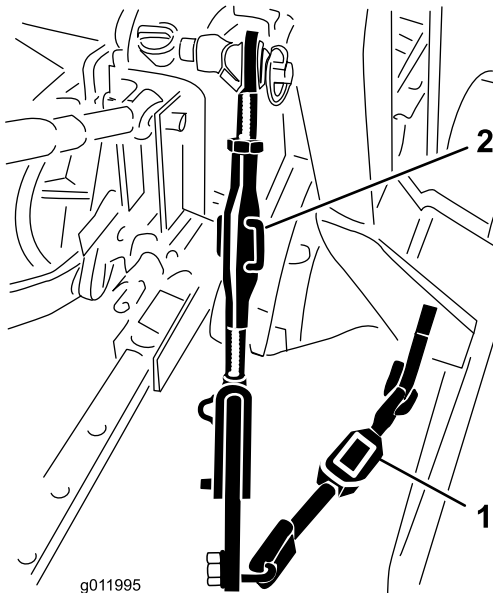

Figura 7
1. Ajuste los tensores inferiores hacia dentro hasta que toquen las chapas de montaje del soplador (Figura 7).
2. Gire el cuerpo del tensor lateral (si existe) para elevar o bajar el brazo de acoplamiento hasta que el soplador quede nivelado lateralmente (Figura 7).